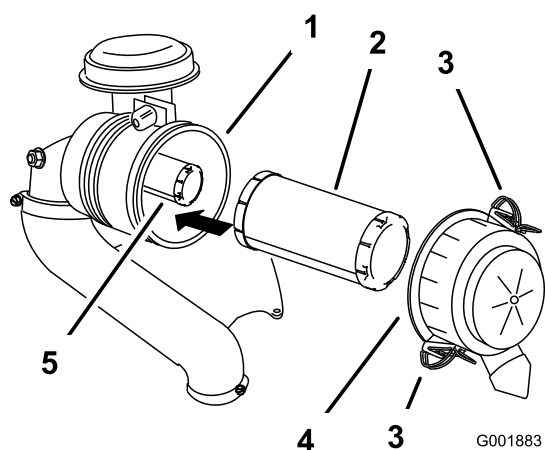

Figura 44
3. Eliberezi elementele de fixare ale filtrului de aer și îndepărtezi capacul filtrului de aer (Figura 44).
- Glisai uor filtrul primar din corpul filtrului de aer (Figura 44).
- Dacă înlocuiți filtrul interior, glisai-l cu atenție în corpul filtrului (Figura 44).
- Glisai cu atenție filtrul primar peste filtrul de siguranță (Figura 44).
- Montați capacul filtrului de aer și fixați-l cu elementele de fixare (Figura 44).